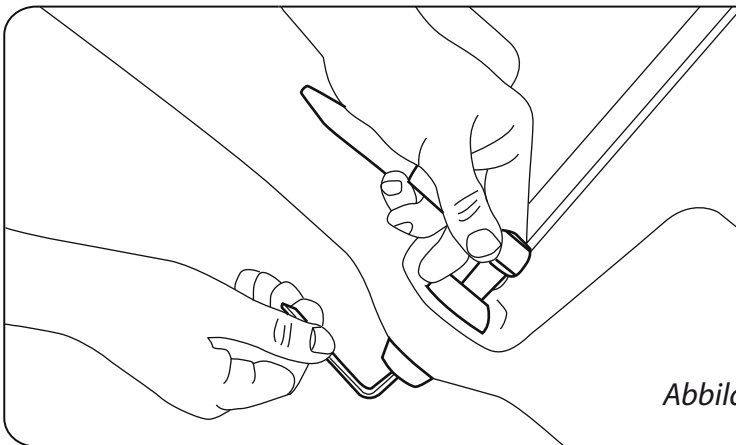

Abbildung 11
SCHRITT 6 Nun wird Teil E (Nylon Schraubmutter) mit Hilfe eines M10 Schraubenschlüssels festgezogen. Der Imbusschlüssel hält die Schraube in Position, während die Schraubmutter, festgezogen wird (siehe Abb. 11). Die obere Abdeckungskappe (Teil D) kann jetzt eingesetzt werden – falls Widerstand auftritt, kann ein Gummihammer benutzt werden, um die Abdeckungskappe richtig zu befestigen. Wiederholen Sie SCHRITTE 3-6 an allen Punkten, an denen "Fixierung 2" angezeigt wird (siehe Abbildung 4).